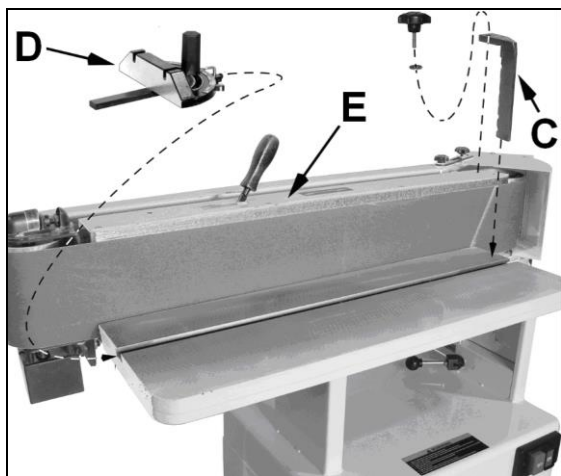

Рисунок 8
Установите шлифовальный узел (E, рисунок 8) в вертикальное положение. Обязательно установите задний упор (C).